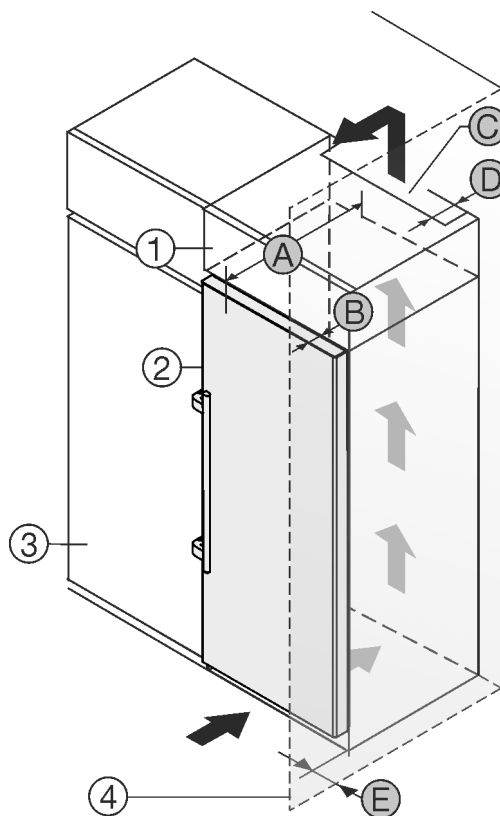

Fig. 1
- (1) Nástavná skříňka
- (2) Příklad
- (3) Kuchyňská skříň
- (4) Stěna
- (A) Hloubka přístroje
- (B) Hloubka dvířek
- (C) Větrací průřez
- (D) Vzdálenost zadní strany přístroje
- (E) Vzdálenost k zadní straně přístroje
Příklad nainstalujte přímo vedle kuchyňské skříňky Fig. 1 (3). Na zadní straně nástavné skříňky musí být větrací šachta hluboká Fig. 1 (D) přes celou šířku nástavné skříňky.
Pod stropem místnosti musí být dodržen větrací průřez Fig. 1 (C).
Když se přístroj instaluje závěsy vedle stěny Fig. 1 (4), musí být vzdálenost mezi přístrojem a stěnou minimálně 57 mm. To odpovídá přesahu madla při otevřených dvířkách.
Aby bylo možné dvířka plně otevřít, musí přístroj přesahovat o hloubku dvířek Fig. 1 (B) vůči přední linii kuchyňské skříňky. V závislosti na hloubce kuchyňských skříňek Fig. 1 (3) a použití vymezovačů odstup od stěny může přístroj vyčnívat dále.